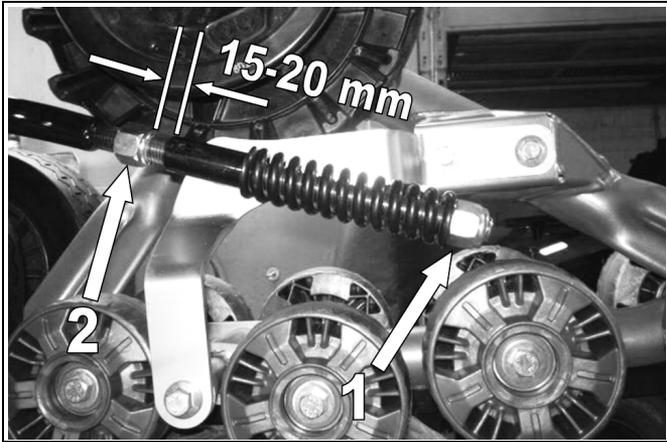

Figure 7
- Desserrer l'écrou (1) comprimant le ressort du bras stabilisateur (voir la Figure 7).
- Régler l'écrou (2) afin de produire une distance de 15 à 20 mm tel qu'indiqué.
- Tourner l'écrou (1) jusqu'à ce qu'il vienne en contact avec le ressort. Comprimer ensuite le ressort en tournant cet écrou de 1,5 tour.